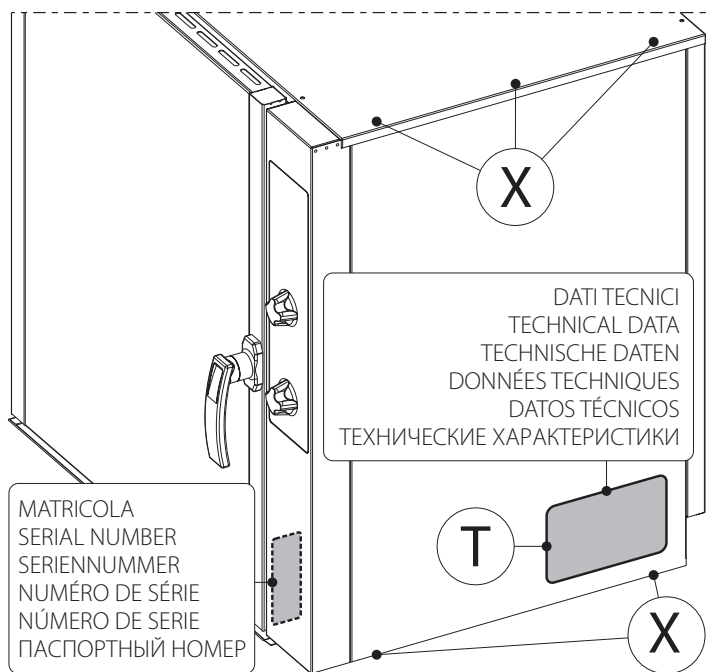
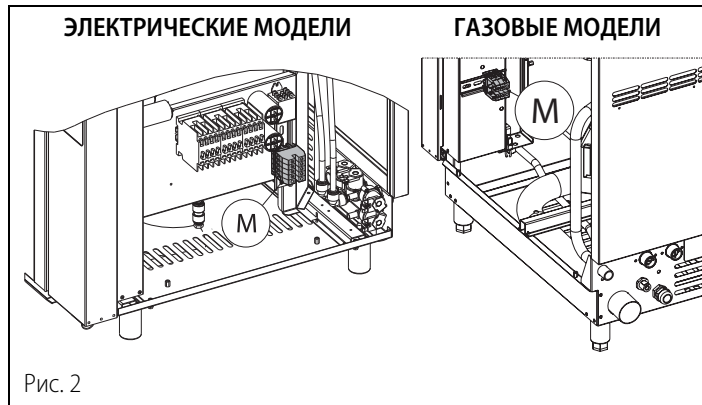

Рис. 1.1
Рис. 2
**i** Заводская табличка с техническими данными | **T** | рис.1.1 из клейкого полиэстера находится на правой стенке - внутри и снаружи.
Для доступа к клеммной колодке | **M** | рис. 2 следует снять заднюю панель, отвинчивая винты | **X** | рис.1.1, которые находятся в ее верхней и нижней части. Следуя инструкциям электросхемы, подсоединить проводники кабеля питания к клеммной колодке. Проложить кабель на днище, зафиксировав его специальным прижимом | **⚡** | рис. 1. Подключить оборудование к надежной системе заземления, подсоединив заземляющий провод к расположенному рядом с клеммной колодкой винту, обозначенному соответствующим символом  $\equiv$ . Оборудование должно быть также включено в эквипотенциальную систему, подобное соединение осуществляется посредством винта, обозначенного символом | **▽** | рис. 1, который расположен в задней части оборудования. Эквипотенциальный провод должен иметь сечение 10 мм2.
Снять боковую панель (рис.1.1)
Для настройки или регулировки следует получить доступ к клапану и к горелке путем снятия боковой правой панели (рис. 1.1).